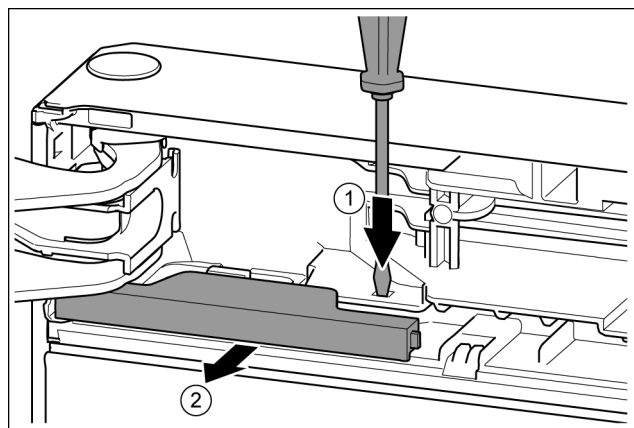

Fig. 11
- ▶ Apăsați eclisa cu șurubelnița plată. Fig. 11 (1)
- ▶ Trageți capacul din elementul de blocare. Fig. 11 (2)